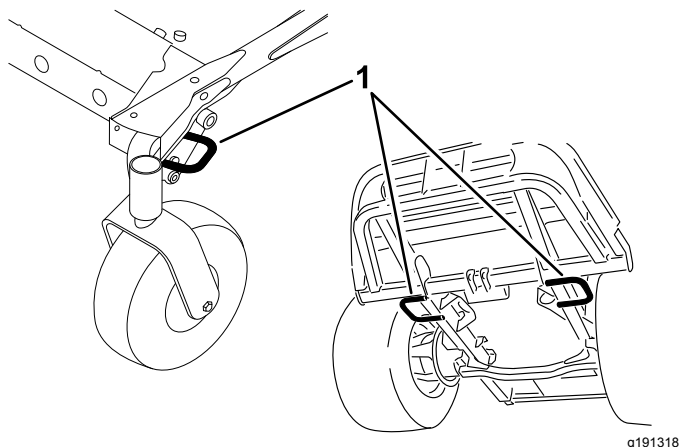

Figure 27
5. Servez-vous des points d'attache de la machine pour l'arrimer solidement sur la remorque ou le véhicule de transport au moyen de sangles, chaînes, câbles ou cordes (Figure 27).